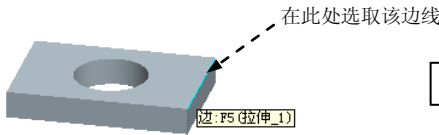
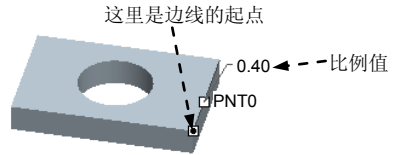

图 5.19.20 选取边线
图 5.19.21 产生基准点
Step3. 选择图 5.19.20 所示的模型的边线，系统立即产生一个基准点 PNT0，如图 5.19.21 所示。